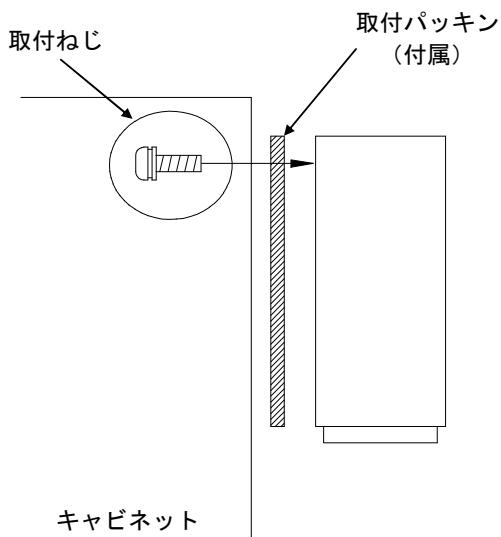

図2
3. 付属の取付ねじ(M6×20)にてキャビネットへ確実に固定してください。(図2)